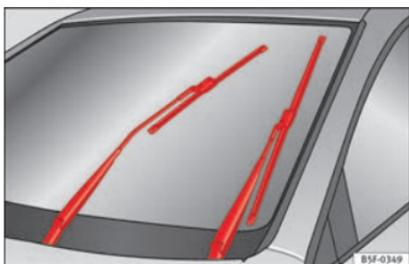

Fig. 72 Tergicristalli in posizione di manutenzione.
- Accendere e spegnere il quadro, quindi (dopo circa 9 secondi), spostare la leva dei tergicristalli verso il basso (tergiture singola). Le spazzole si posizionano nella posizione di manutenzione » **fig. 72**.